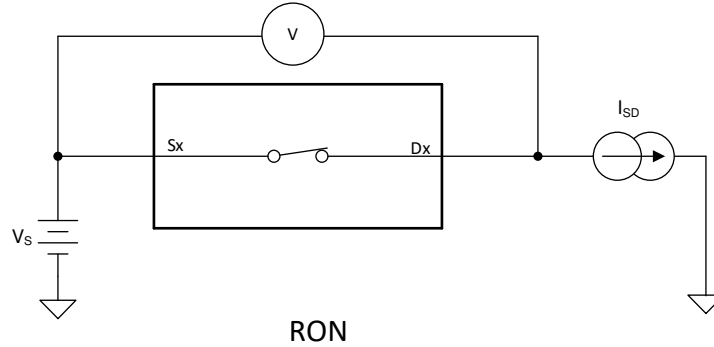

图 6-1. 导通电阻测量设置
器件的导通电阻是器件源极 (Sx) 和漏极 (Dx) 引脚之间的欧姆电阻。导通电阻随输入电压和电源电压的变化而变化。符号  $R_{ON}$  用于表示导通电阻。图 6-1 展示了用于测量  $R_{ON}$  的测量设置。电压 (V) 和电流 ( $I_{SD}$ ) 可通过此设置进行测量，而  $R_{ON}$  可通过  $R_{ON} = V/I_{SD}$  来计算：